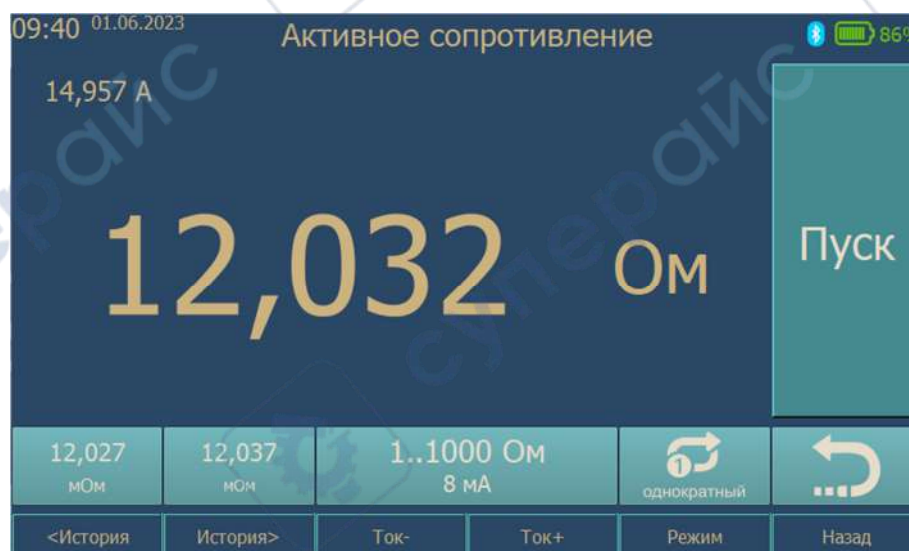

Рис. 4. Режим измерения сопротивления
- 2.4.1. При выборе одного из вариантов измерения сопротивления основная рабочая область экрана переключается в соответствующий режим. Внешний вид экрана в режиме измерения сопротивления представлен на рис. 4.